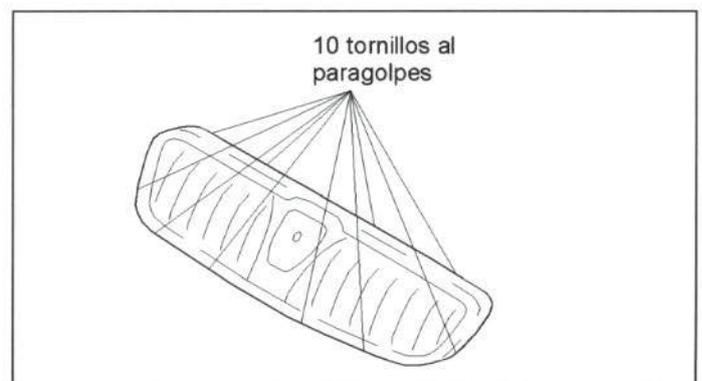

Figura 16.- Unión de la rejilla delantera
En la figura 16 se muestra la unión de este elemento con el resto de la carrocería.
- Rejilla frontal (figura 16).